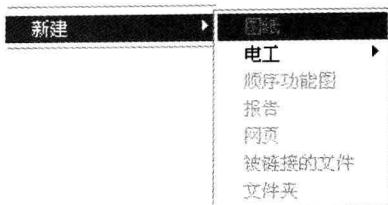

图 1-5 “新建”子菜单
- 新建：选定这个选项，系统会弹出子菜单，如图 1-5 所示。